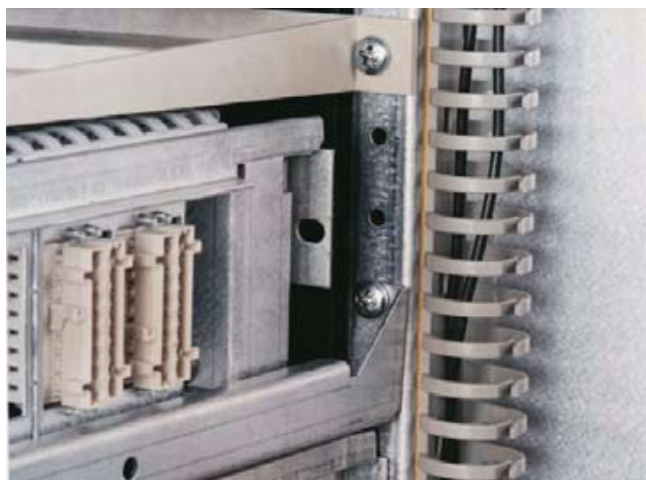

图. 59
- 隔离位置 (所有主回路控制回路都是隔离的)。抽屉的断开是可见的(见图.59)